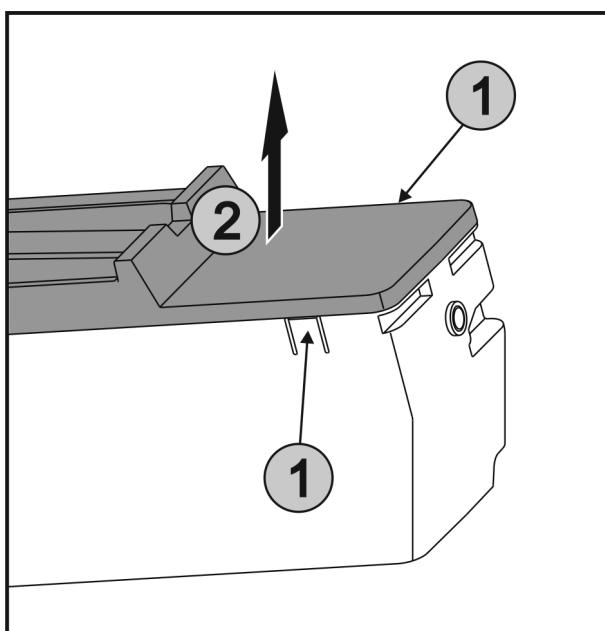

Fig. 52
- Накладки Fig. 52 (1) з обох боків EasyTwist-Ice натиснути одночасно і кришку Fig. 52 (2) вийняти рухом вгору.